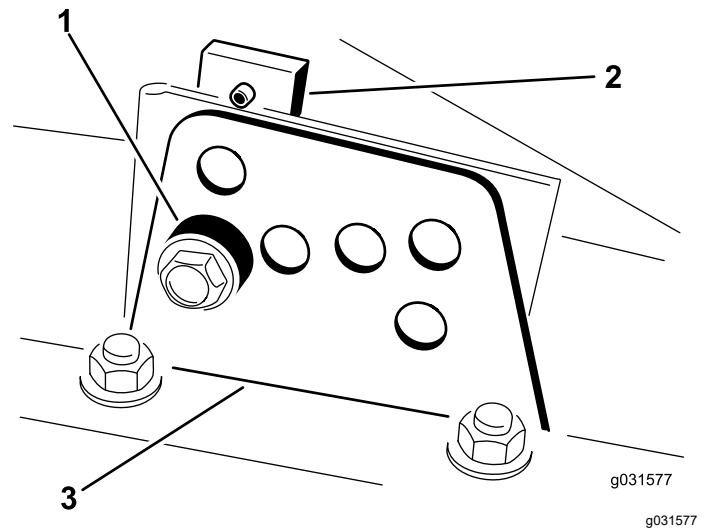

Figura 18
- Allentate il bullone che fissa ogni staffa dell'altezza di taglio alla relativa piastra (lati anteriore e laterali), come illustrato nella Figura 18.
- Supportate l'alloggiamento e togliete il distanziale (Figura 18).